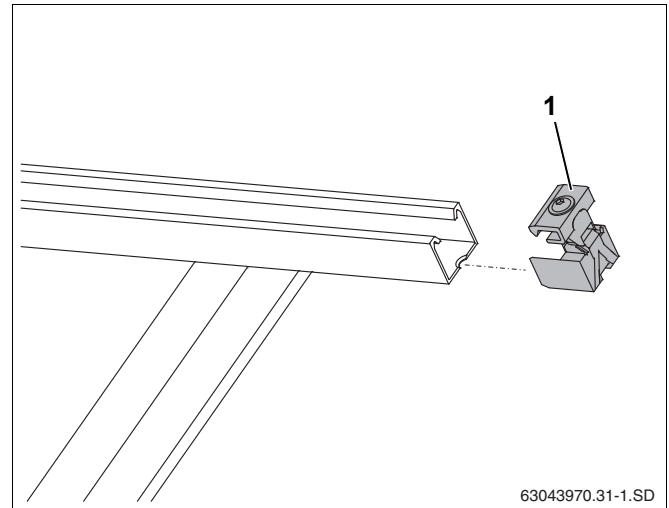

Рис. 44 Установка одностороннего зажима
- ▶ Вставьте односторонние зажимы (рис. 44, поз. 1) в профильные рейки на правой стороне поля коллекторов до фиксации их в первом продольном отверстии профильной рейки.